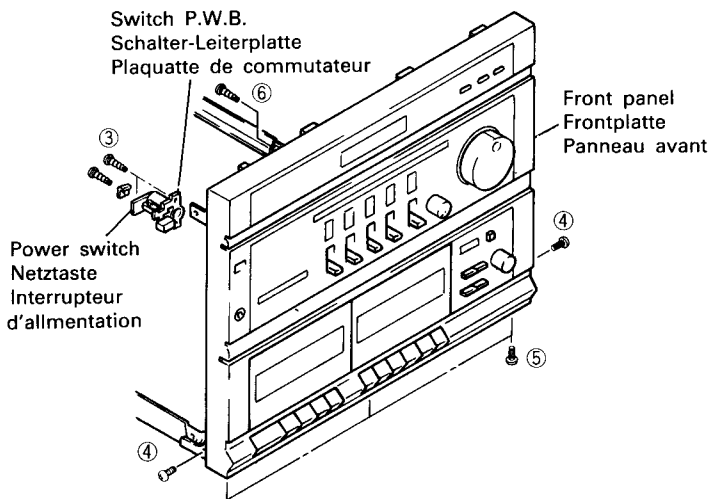

Fig. 2 Abb. 2
- Switch P.W.B. (Fig. 2)**
- Front Panel (Fig. 2, 9)**
2. Schalter-Leiterplatte (Abb. 2)
3. Frontplatte (Abb. 2, 9)
2. Plaque de commutateur (Fig. 2)
3. Panneau avant (Fig. 2, 9)